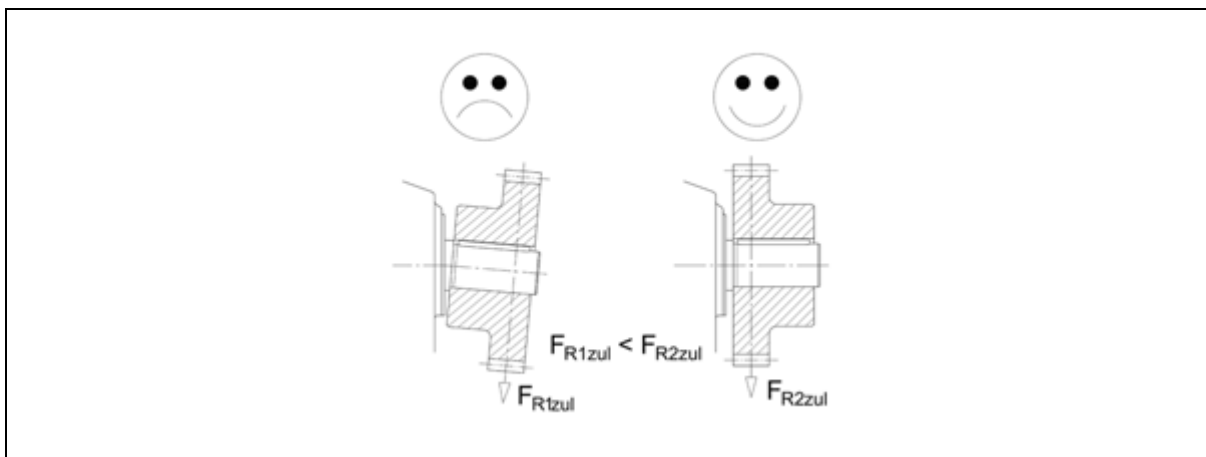

Рис. 17: Правильный монтаж выходных элементов
- Поперечное (радиальное) усилие должно передаваться как можно ближе к корпусу редуктора (см. Рис. 17).